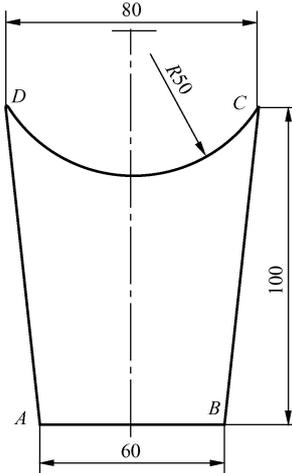

图 7-25 线切割加工
(1) 请画出加工出的零件图，并标明相应尺寸。
(2) 请在零件图上画出穿丝孔的位置，并注明加工中补偿量。
(3) 上面程序中 M00 的含义是什么。
(4) 若该机床的加工速度为  $50\text{mm}^2/\text{min}$ ，请估算加工该零件所用的时间。
6. 用 3B 代码编制加工图 7-25 所示的线切割加工程序（不考虑电极丝直径补偿）。加工路线为  $A-B-C-D-A$ 。（图中单位为 mm）。